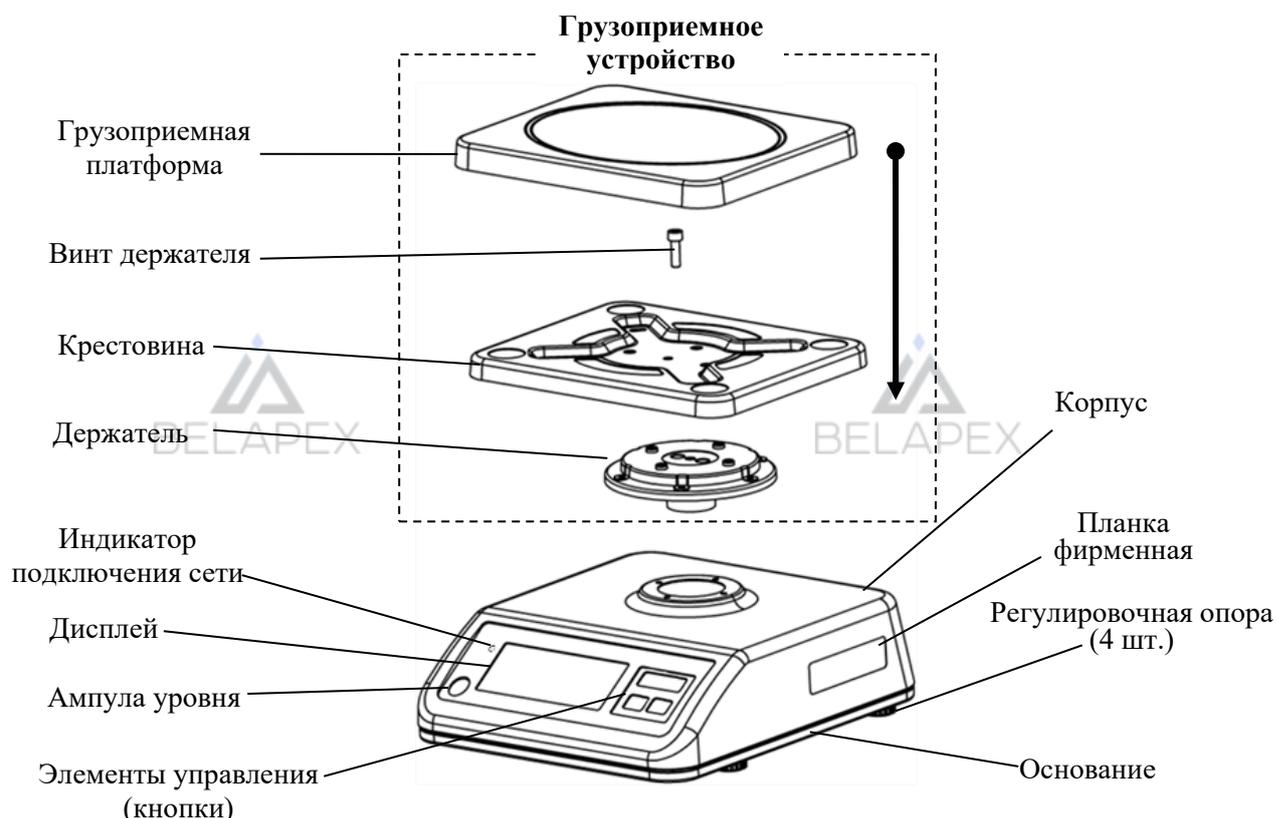

Рисунок 1 – Конструкция весов НС. Общий вид
3.1.8 При помощи регулировочных опор установите весы горизонтально по ампуле уровня, встроенной в корпус (см. рис. 1).